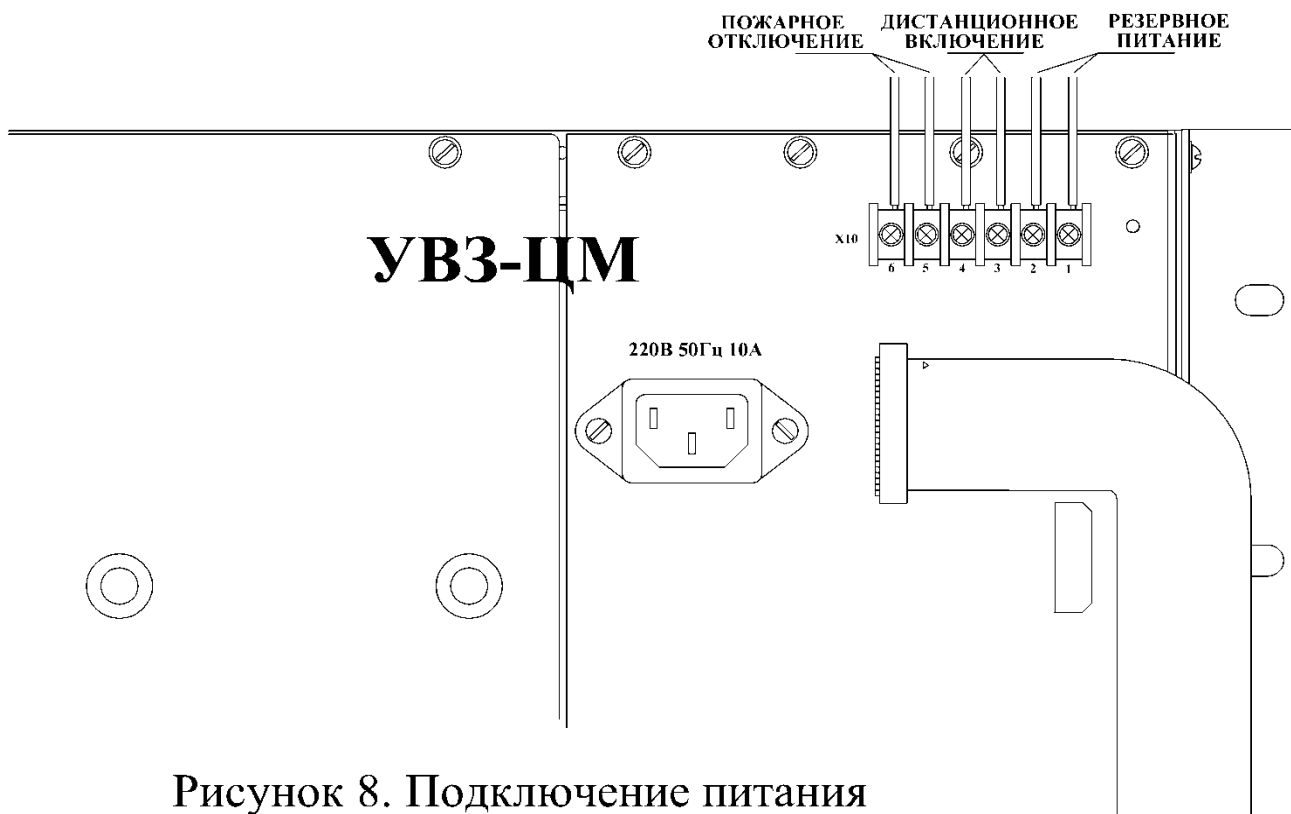

Рисунок 8. Подключение питания
4.2.1.8 Переведите выключатели на лицевой панели ТЭЗ БКП, УВЗ-ЦМ в положение «Выключено». Подключите питание СКУ.МД к соединителю на задней панели (рисунок 8) с помощью сетевого кабеля из комплекта поставки.